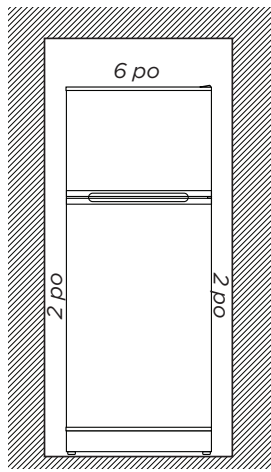

Fig. 2
- Fig. 2 – Par temps chaud et humide, cette zone exiguë deviendra très chaude.